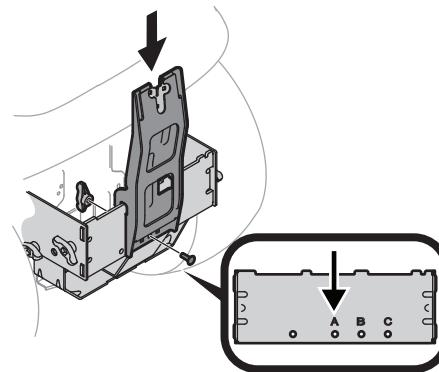

Figura 5
2. Alinear el orificio central del soporte vertical con el orificio del soporte de montaje transversal que corresponde al tamaño de plataforma de su tractor. Consulte la Figura 5.
- Fije el soporte de montaje vertical al conjunto de montaje con un perno de carro (710-0276) y una perilla de aleta (720-04122) del paquete de herrajes (689-02364). Consulte la Figura 5 en la página 17.